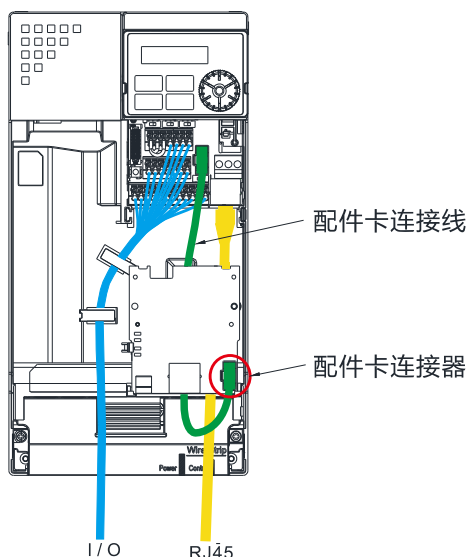

图 8-36
5. 组装连接线：将连接线另一端的连接器与配件卡连接器对接，如图 8-36 所示。